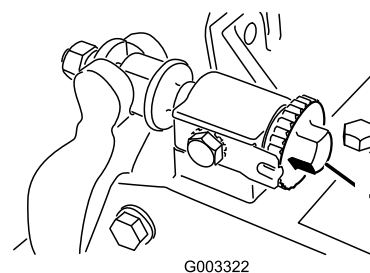
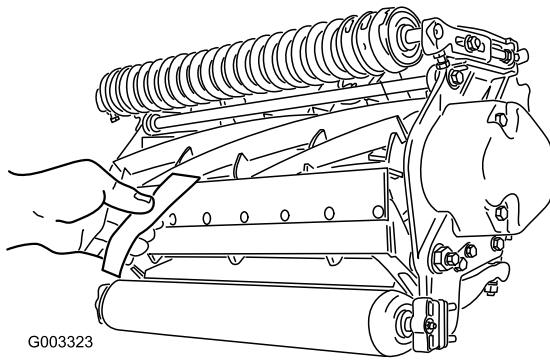

Figura 8
Figura 9
1. Posizionate la macchina su una superficie piana e uniforme. Accertatevi di eliminare il contatto del cilindro ruotando le viti di regolazione della barra di appoggio in senso antiorario (Figura 8).
Importante: Accertatevi che i dadi sull'estremità posteriore delle viti di regolazione della barra di appoggio non poggino sul piano di lavoro (Figura 8).
3. Ad una estremità del cilindro, inserite una striscia di carta da giornale tra il cilindro e la controlama (Figura 9). Mentre ruotate leggermente in avanti il cilindro, ruotate la vite di regolazione della barra di appoggio (Figura 8) in senso orario (sullo stesso lato del cilindro, uno scatto per volta) finché la carta - inserita dalla parte anteriore, parallelamente alla controlama - non verrà leggermente compressa, se inserita dalla parte anteriore, parallelamente alla controlama. Avvertirete una leggera resistenza mentre la carta viene tirata.
5. Una volta terminata la regolazione, verificate che il cilindro comprima la carta, quando viene inserita dalla parte anteriore, e che tagli la carta, quando viene inserita ad angolo retto rispetto alla controlama (Figura 9). Deve essere possibile tagliare la carta con un contatto minimo tra la controlama e le lame del cilindro. Se risulta evidente una resistenza del cilindro/un contatto eccessivo, sarà necessario lappare o riaffilare l'apparato di taglio per ottenere il livello di affilatura necessario per un taglio di precisione (Fate riferimento al manuale Toro per l'affilatura del cilindro e delle macchine a taglio rotativo , Modulo N. 80-300PT).